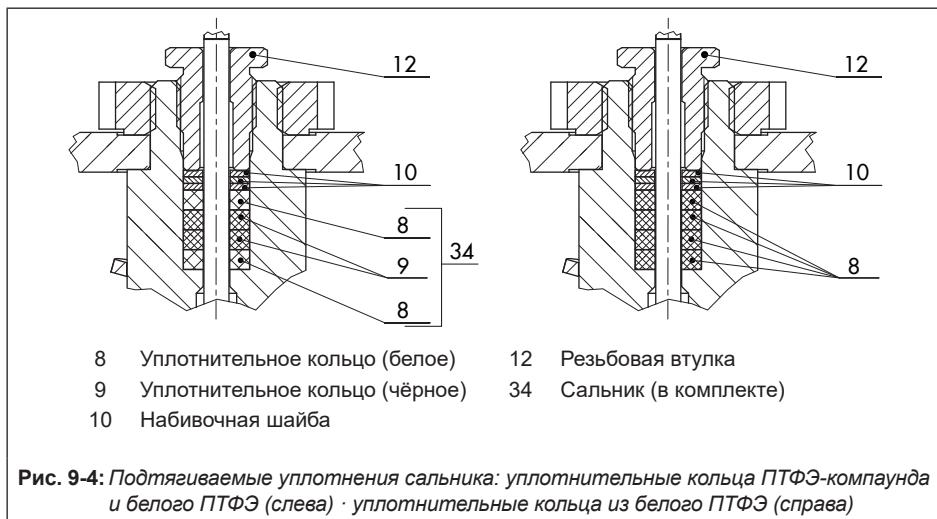

Рис. 9-4: Подтягиваемые уплотнения сальника: уплотнительные кольца ПТФЭ-компаунда и белого ПТФЭ (слева) · уплотнительные кольца из белого ПТФЭ (справа)
См. Рис. 9-1 и Рис. 9-4
3. Вывинтите резьбовую втулку (12).
7. Аккуратно продвиньте детали сальниковой набивки при помощи соответствующего инструмента по штоку плунжера в уплотнительное пространство. При этом обращайте внимание на правильный порядок расположения деталей, см. Рис. 9-4.
8. Вверните и затяните резьбовую втулку (12). Соблюдайте моменты затяжки.